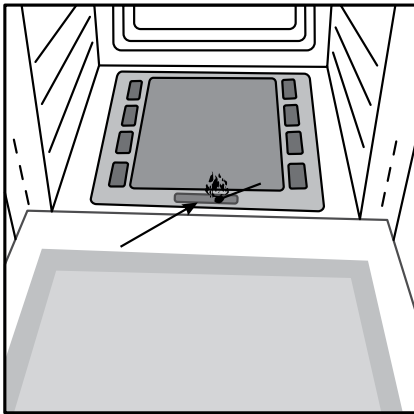

Рис. 18
- слегка нажав на ручку управления температурой духовки (9), поверните ее против часовой стрелки до положения «max★»;
- нажмите ручку (9) до упора;
- удерживая ручку (9) нажатой поднесите горящую спичку к отверстию горелки духовки (см. рис. 18);